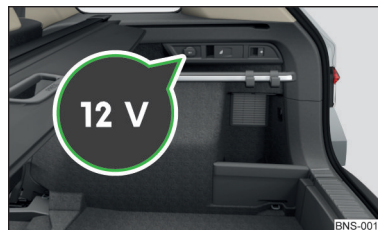

Fig. 134 Cubierto del enchufe de 12 voltios
- Para el uso, abrir la tapa del enchufe » fig. 134 y enchufar el conector del consumidor eléctrico en el enchufe.